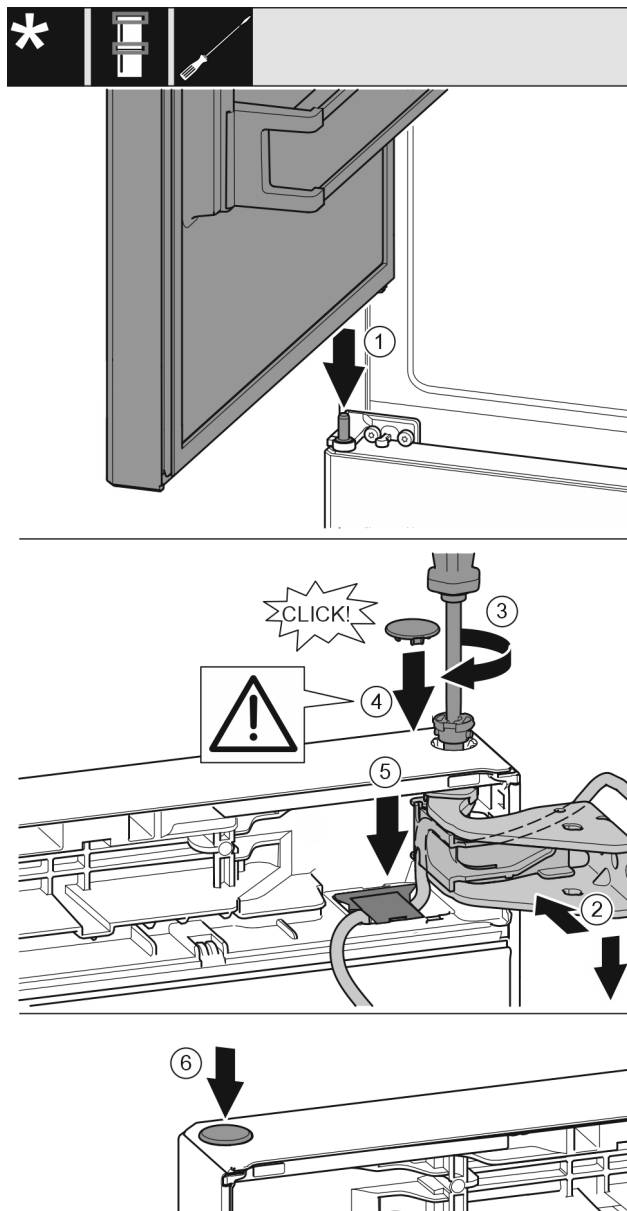

Fig. 42
- ▶ Встановлення верхніх дверцят на середній опорний палець Fig. 42 (1)
- ▶ Вирівняйте дверцята зверху по отвору в опорному кронштейні. Fig. 42 (2)
- ▶ Вставте палець та закрутіть за допомогою викрутки T15. Fig. 42 (3)
- ▶ Встановіть захисну кришку для захисту дверцят: вставте захисну кришку і проконтролюйте, щоб вона прилягала до дверцят. Якщо це не так, повністю вставте палець. Fig. 42 (4)
- ▶ Вставити кришку та натиснути донизу, поки вона не зафіксується. Fig. 42 (5)
- ▶ Вставте пробку. Fig. 42 (6)